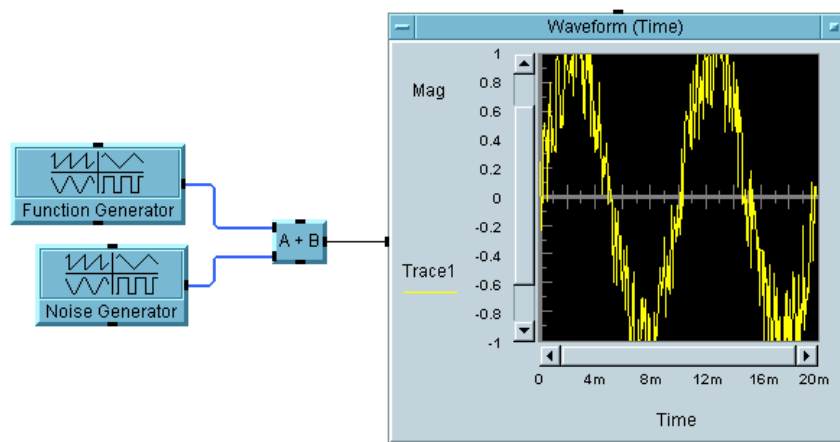

図 2-2. 初期段階の usrobj-program.vee
5. 次に、Noise Generator オブジェクトを最小化して、図 2-2 のようにオブジェクトを再配置します。